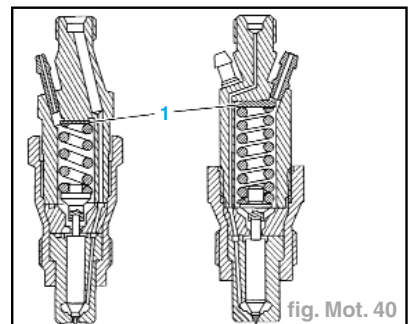

fig. Mot. 40
- Le réglage de la pression de tarage s'effectue par l'intermédiaire d'une cale (1) plus ou moins épaisse (fig. Mot. 40).